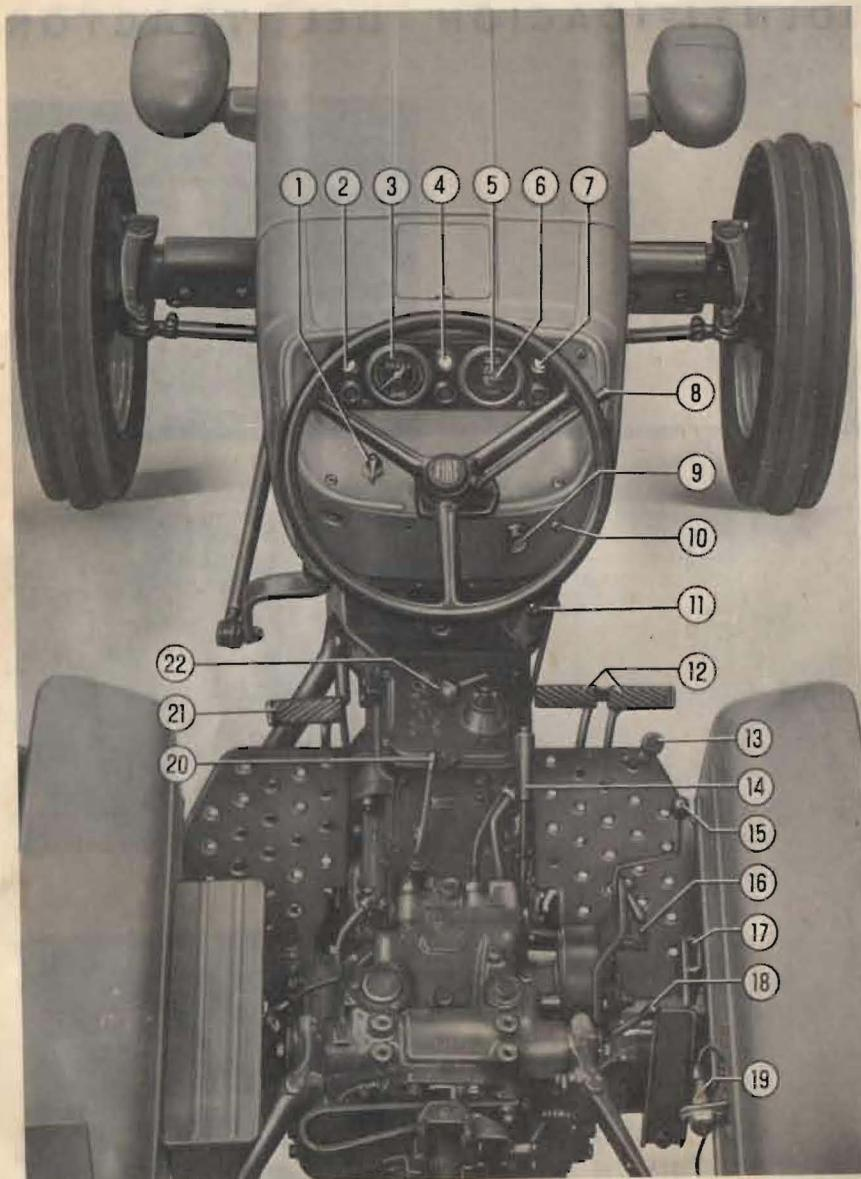

Fig. 4. - Aparatos de señalización y mandos del tractor.
5. **Motor con bomba de inyección CAV:** empújese a fondo el mando 11 (fig. 4) y simultáneamente muévase la palanca del con-
— muévase, luego, la palanca del conmutador hasta el tope **2**, y si el motor lleva bomba de inyección CAV, empújese a fondo el mando **11** (fig. 4); apenas el motor en marcha, aflójese la palanca y también el mando **11**, si el motor lleva bomba de inyección CAV.
Tírese a fondo del mando **11** (fig. 4). Como se detuvo el motor, póngase la llave de contacto del conmutador general (fig. 5) en la posición **0** (o bien **5**, si acaso hay que encender las luces), para evitar la paulatina descarga de la batería.